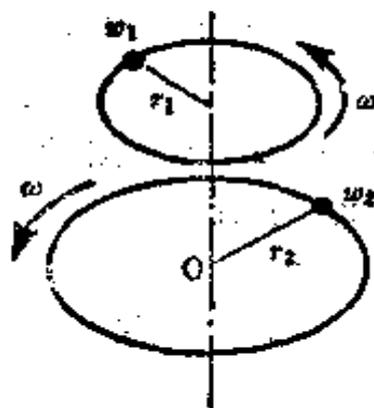

图 1.36 转动惯量
**【解说】** 如图1.36所示, 距离转轴 $O$ 为 $r_1, r_2, \dots$ 处有重量为 $W_1, W_2, \dots$ 的小物体以相同的角速度 $\omega$ 转动时, 小物体的全部动能可表示为 $E_K = \frac{1}{2} J \omega^2$ . 这里,  $J$ 称作转动惯量,  $J$ 越大, 转动就越不容易变化.